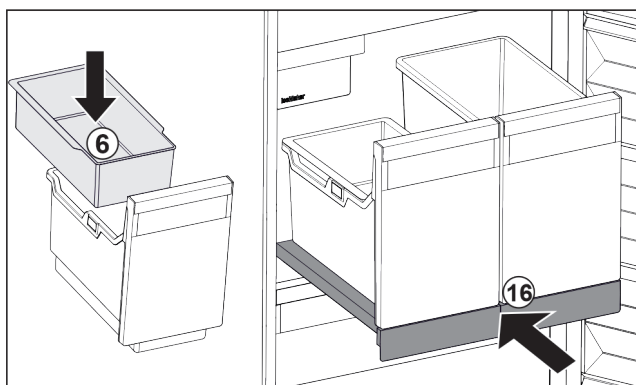

Fig. 36
- ▶ Vložte závesnú misku Fig. 36 (6) na kocky ľadu.
- ▶ Zasuňte vyťahovaciu poličku s nádobou (IceTower). Fig. 36 (16)